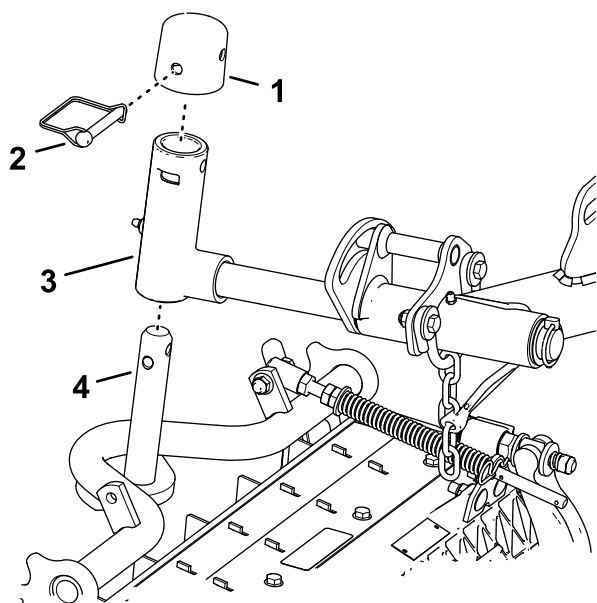

Figure 24
1. Glissez une unité de coupe sous le bras de levage (Figure 24).